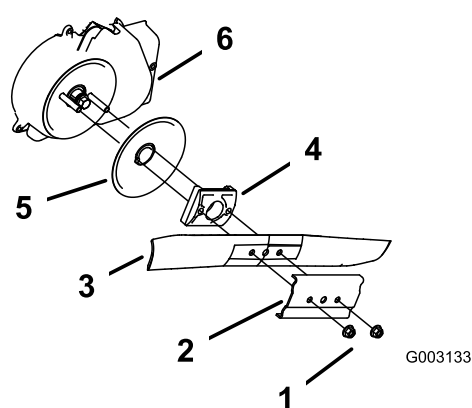

図 36
3. ブレードナット2個とスティフナを取り外す 図 36。
4. ブレードを取り外す 図 36。
5. ブレードドライバとディスクを取り外す 図 36。
6. ブレードブレーキのクラッチのシールドを外す 図 36。
10. ブレードとスティフナを元通りに取り付ける 図 36。